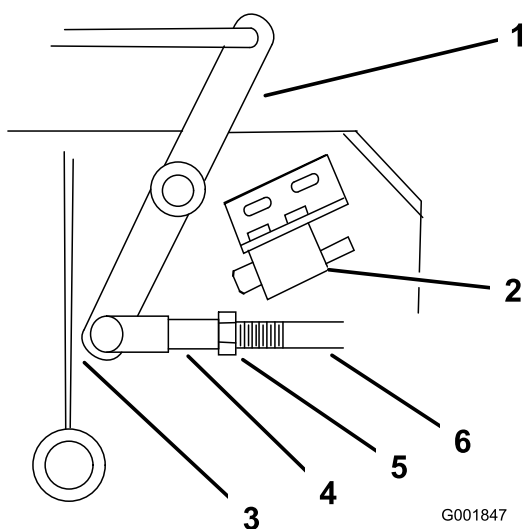

Figure 57
4. Ajustez la longueur de la timonerie de sorte que l'extrémité la plus basse du levier coudé passe juste le renfort de support de l'essieu (Figure 57).
9. Desserrez l'écrou contre la chape (Figure 57).